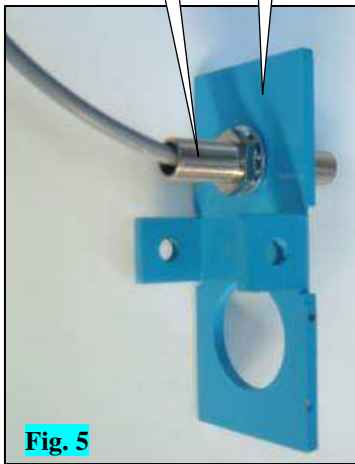
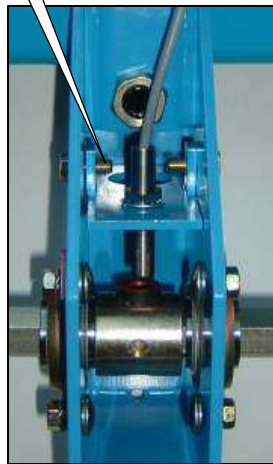

Fig. 5
Fig. 6
- **Sur semoir NG+ et NX (à partir de 2006)**, enlever le couvercle du boîtier A (fig.1) et la distribution. Retirez la tôle de protection I (Fig. 6) fixée sur le boîtier.
- **On NG+ and NX seeders (from 2006)**, remove the unit's cover A and the feed mechanism. Remove the protective metal plate I (Fig. 6) mounted on the unit.
- **Bei einer NG+- oder NX-Sämaschine (ab 2006):** Nehmen Sie den Deckel des Gehäuses A (Abb.1) und das Säsystem ab. Entfernen Sie das Schutzblech I (Abb. 6), das auf dem Gehäuse befestigt ist.
- **Op zaaimachine NG+ et NX (vanaf 2006),** verwijder de deksel van distributiehuis A (fig.1) het distributiemechanisme. Verwijder de beschermkap I (Fig. 6) op het distributiehuis.
- **En sembradora NG+ y NX (a partir de 2006)** quitar la tapa de la caja A (fig. 1) y la distribución. Retirar la placa de protección I (Fig. 6) fijada en la caja
- **Nel modello di seminatrice NC, (immatricolati dal 2006)** abbassare il vomere. Rimuovere il coperchio della scatola A (fig. 1) e la distribuzione. Rimuovere la lamiera di protezione I fissata sulla scatola (Fig.6)
- **Sur NC et NG+**, positionner le capteur C sur la tôle G (fig. 5). Monter la tôle G dans la boîte à capteur à l'aide des deux vis H (fig. 6).
- **On NC and NG+ seeders**, position sensor C on metal plate G (fig. 5). Mount metal plate G in the sensor unit using the two screws H (fig. 6).
-**Bei NC- und NG+-Sämaschinen:** Positionieren Sie den Sensor C auf dem Blech G (Abb. 5). Montieren Sie mit Hilfe der beiden Schrauben H (Abb. 6) das Blech G in das Sensorgehäuse.